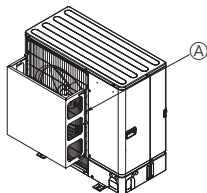
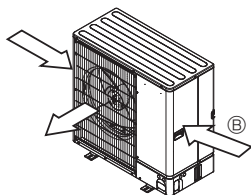

Fig. 2-5
Fig. 2-6
- ② Ak je jednotka nainštalovaná na miesto, kde môžu do výstupu vzduchu priamo vstupovať silné vetry spôsobené napr. tajfúnom, nainštalujte voľiteľný vzduchový kryt. (Fig. 2-5)
- ③ Kryt výstupu vzduchu
- ④ Pokiaľ je to možné, jednotku umiestnite tak, aby výstup vzduchu fúkal kolmo na smer sezónneho vetra. (Fig. 2-6)
- ⑤ Smer vetra